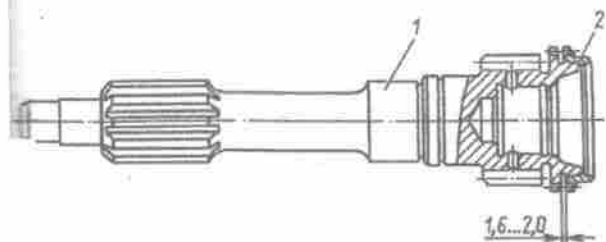

Bild 98. Kupplungswelle mit zugeschlifffenen Sperring:
1. Sperring bis auf Maß 1,6...2,00 mm am Kegel der Welle einschleifen, wie in Bild 98 dargestellt.
Sperring der Synchronisierereinrichtung am Kegel des Zahnades für 3. Gang bis zum Maß einschleifen, welches in Bild 98 gegeben ist.